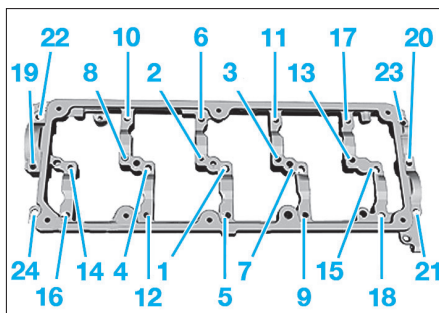

FIG. 132
- Dévisser les vis de fixation du carter palier d'arbre à cames dans l'ordre de (24) à (1) (Fig.132).
- Serrer dans un premier les vis du carter palier dans l'ordre (1) à (24) (Fig.132), puis serrer au couple prescrit.